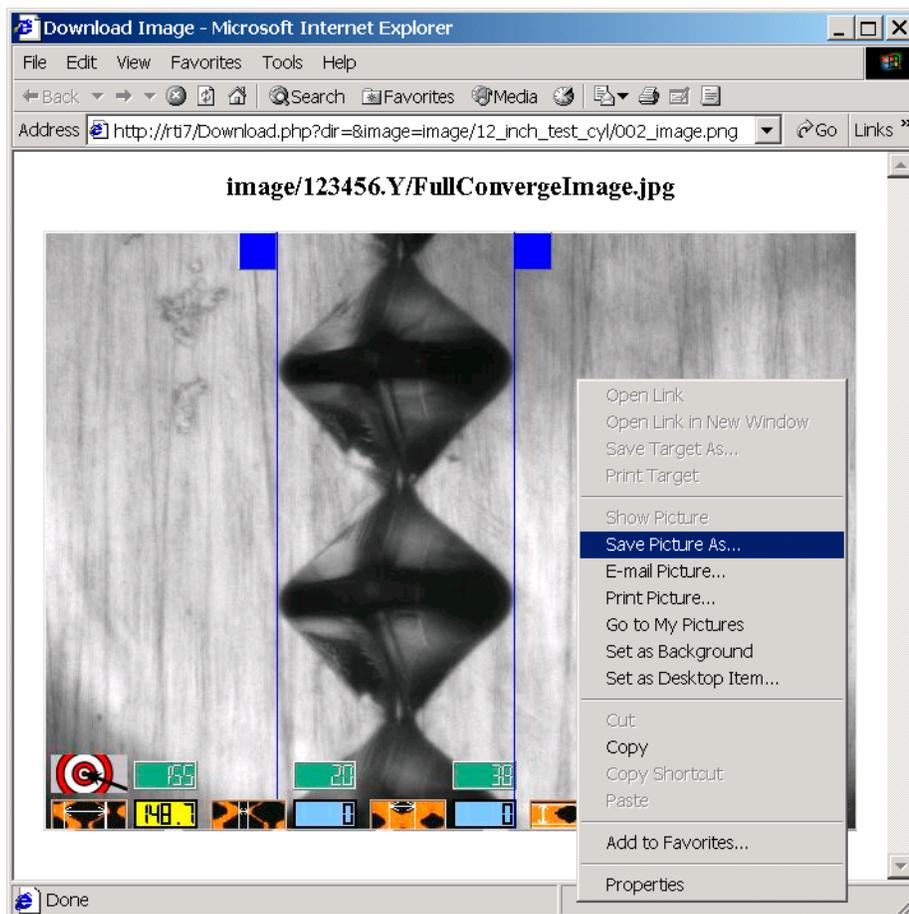

Figura 3
3. Seleccione la opción 'Guardar imagen como'. Vea la Figura 3.